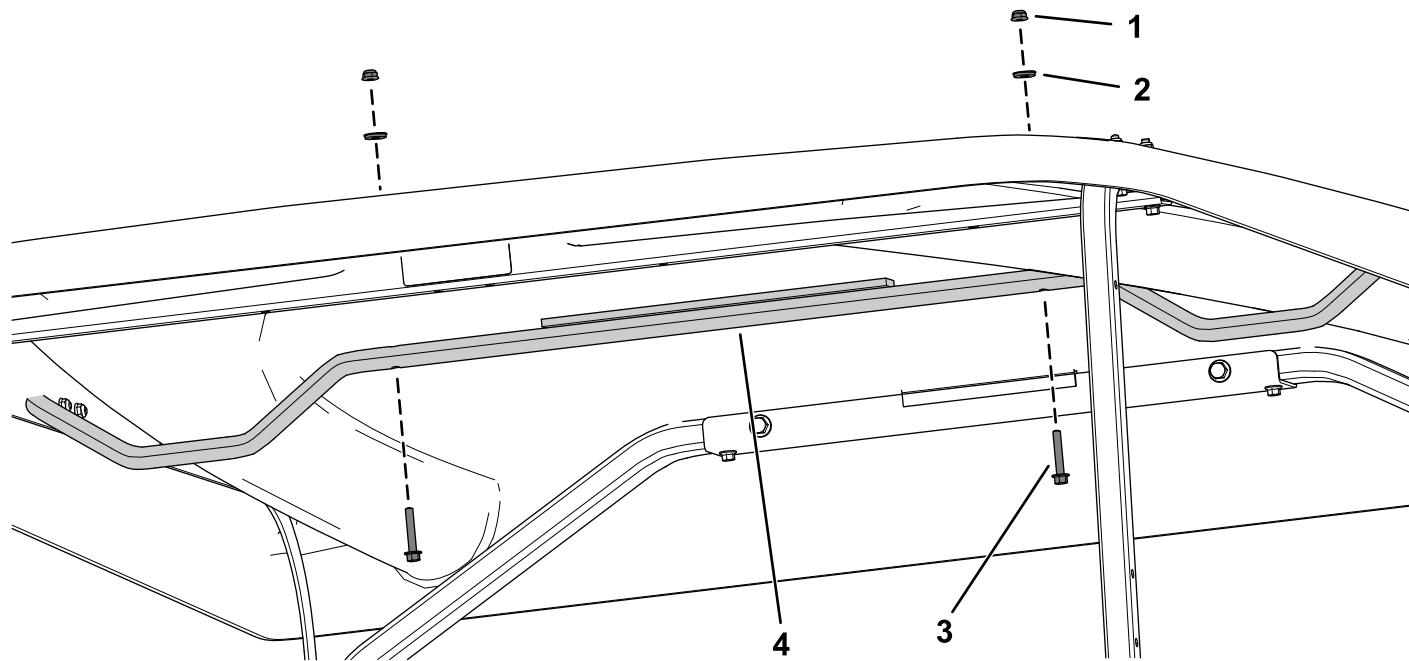

Figura 20
4. Fissate il tubo di supporto del tettuccio al tettuccio stesso utilizzando 2 bulloni a testa flangiata ($\frac{1}{4}$ " x $1\frac{1}{2}$ "), 2 rondelle di tenuta e 2 dadi di bloccaggio ($\frac{1}{4}$ "), come illustrato nella Figura 20.